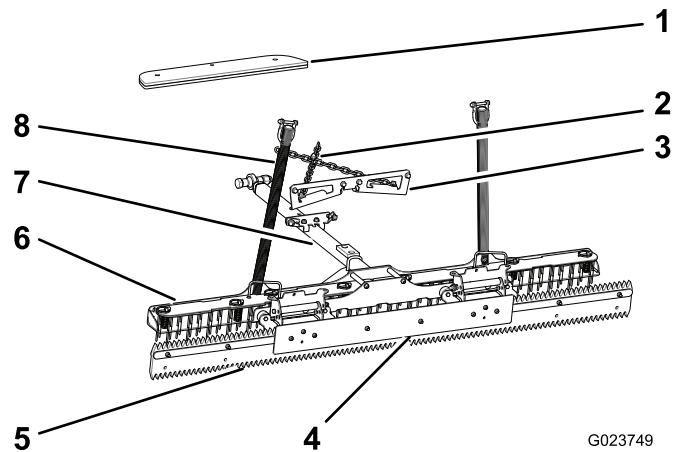

**Bild 9**
5. Setzen Sie die Nägel durch die Nagelplatte und die untere Platte ein (**Bild 9**).